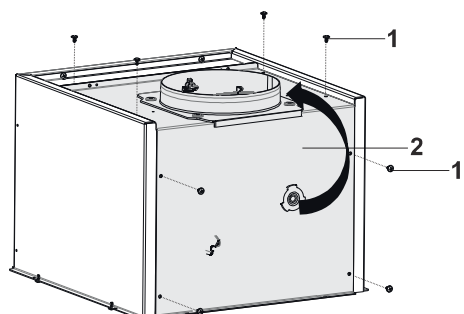

Fig. 18
2. → Skift retning på det dæksel til motorboks, som du har fjernet, og fastgør det til motorboksen med 3,5x6,5 skrue (Fig. 18).